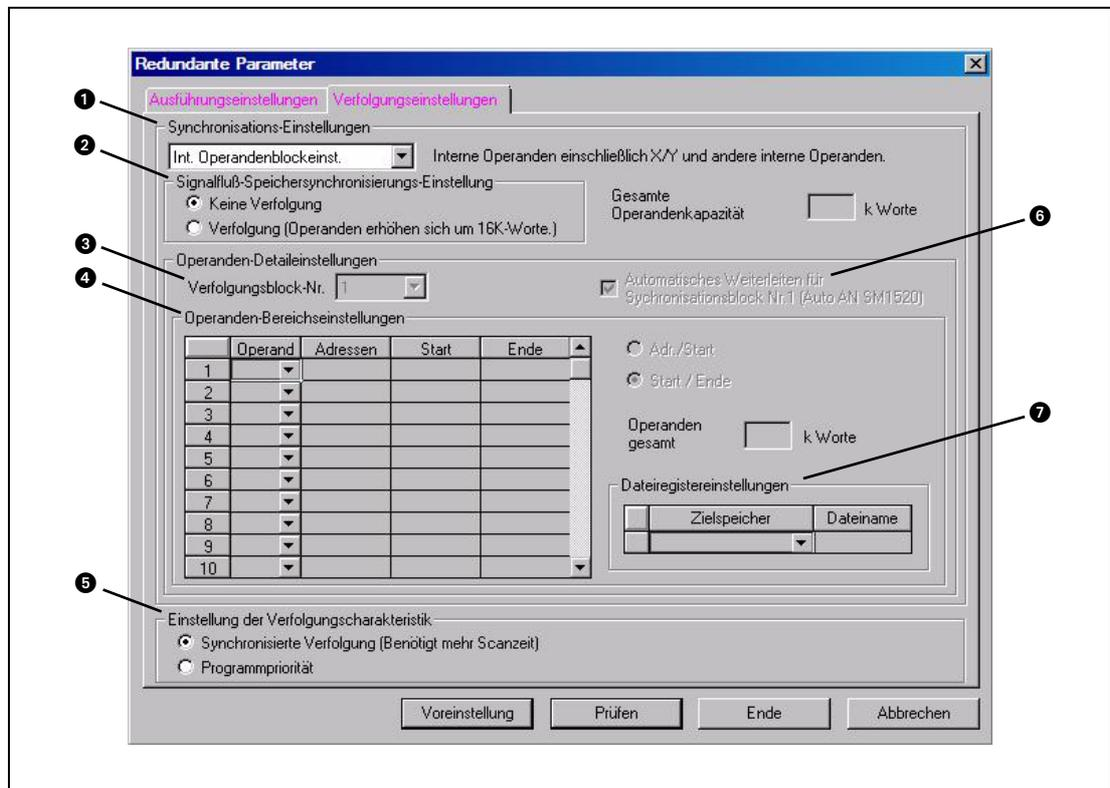

Abb. 5-38: Registerkarte zur Einstellung der Tracking-Funktion in den „redundanten Parametern“.
In den Parametern ist auch voreingestellt, dass der Sondermerker SM1520 zur Übertragung von Block 1 beim Einschalten der Versorgungsspannung gesetzt wird (Punkt ⑥ in Abb. 5-38). Dadurch wird der Inhalt von Block 1 automatisch übertragen.